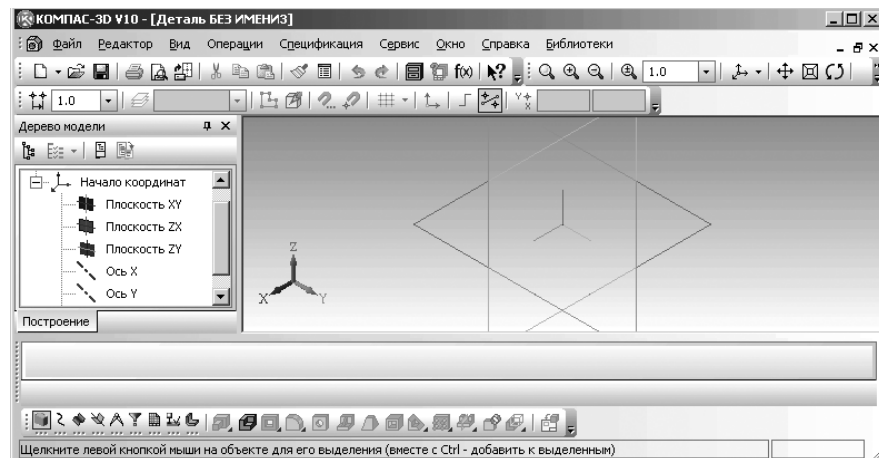

Рис. 1.60. Главное окно системы КОМПАС-3D V10 в режиме создания детали
- щелкните на вкладке **Новые документы** по пиктограмме с названием **Деталь**, а затем по кнопке **ОК**. Появится главное окно системы КОМПАС-3D V10 в режиме создания детали, показанное на рис. 1.60.